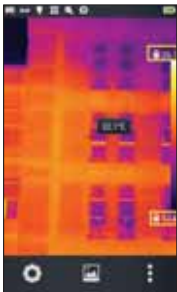

图1
1.实时成像界面点击调色板顶部或底部温度数据区域（如图1所示黄色方框区域），进入“手动调光模式”，调光参数加锁（如下图2所示）